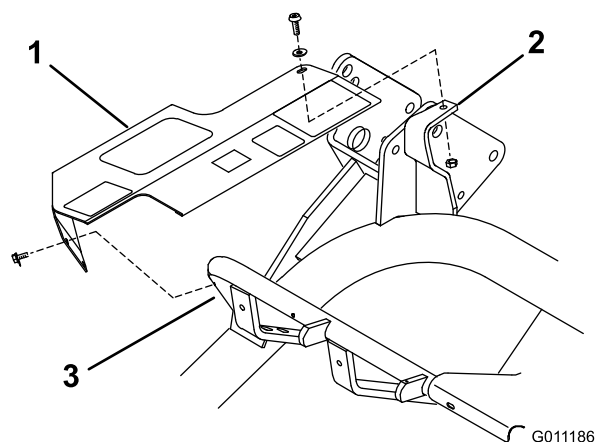

Figura 7
1. Allineate i fori di montaggio della copertura ai fori presenti sul tubo del telaio e sulla staffa (Figura 7).
2. Fissate, senza serrare, la parte posteriore della copertura alla parte superiore della staffa di montaggio con una vite a brugola (1/4 x 3/4 pollici), una rondella (1/4 pollice) e un dado di bloccaggio (1/4 pollice) (Figura 7).
3. Fissate, senza serrare, la parte anteriore della copertura al tubo del telaio con due vite autofilettanti (Figura 7). Serrate tutti gli elementi di fissaggio della copertura.